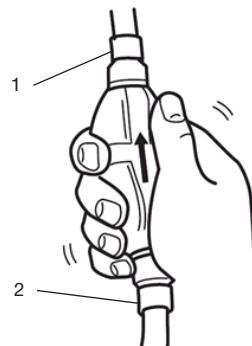

Рис. 13 Топливный насос
- Нажмите на топливный насос до тех пор, пока не почувствуете, что он заполнился (Рис. 13).